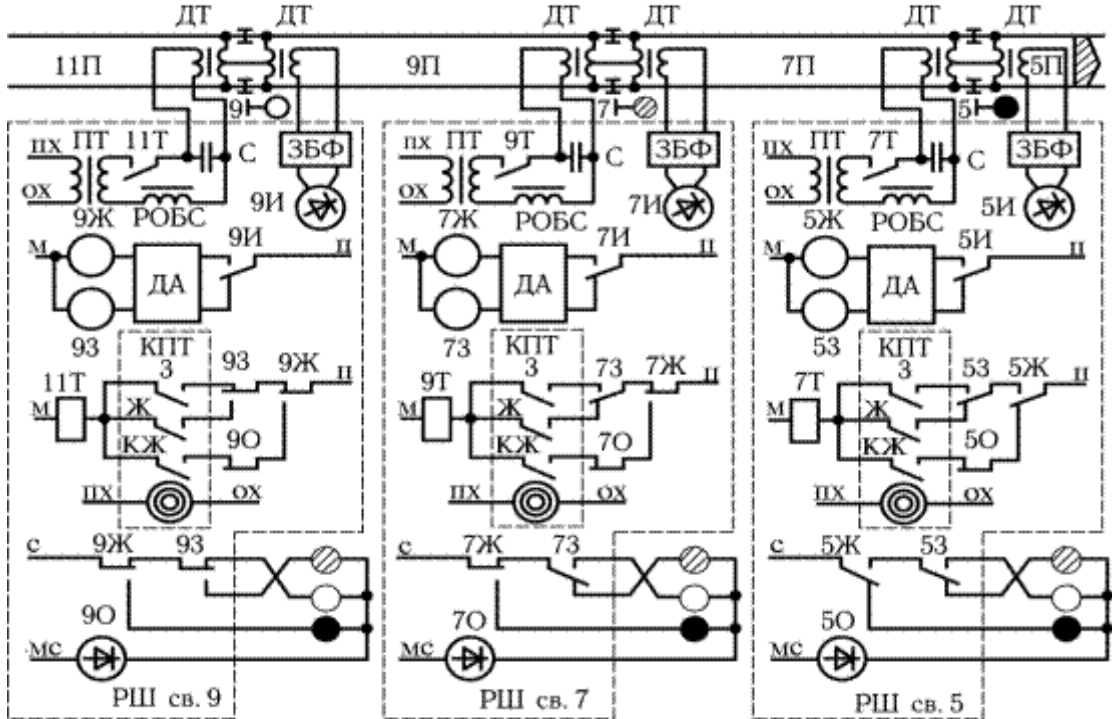

Рисунок 5 – Схема сигнальной точки числовой кодовой автоблокировки переменного тока
- 7. Дана схема сигнальной точки числовой кодовой автоблокировки переменного тока (Рис. 5). Определить род тяги на перегоне;